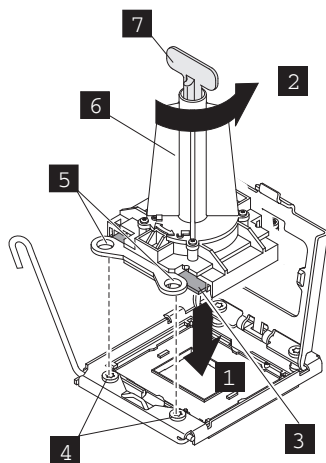

図 304. マイクロプロセッサのソケットへの挿入
- h. マイクロプロセッサ取り付けツール上の三角形の位置合わせマーク (403 ページの図 304 の **4**) を、マイクロプロセッサ上の三角形の位置合わせマークに揃えます。次に、取り付けツールの下部でマイクロプロセッサを正しくつかめるように、ツールの底面をマイクロプロセッサにかぶせます。